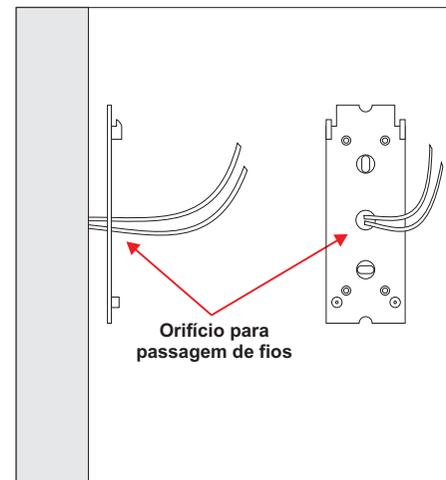

Figura 5
- Passe o cabo de alimentação e o cabo Profibus provenientes da Central **D162** GII pelo orifício central da Base de Fixação (Figura 5) e fixe-a através de 4 parafusos;